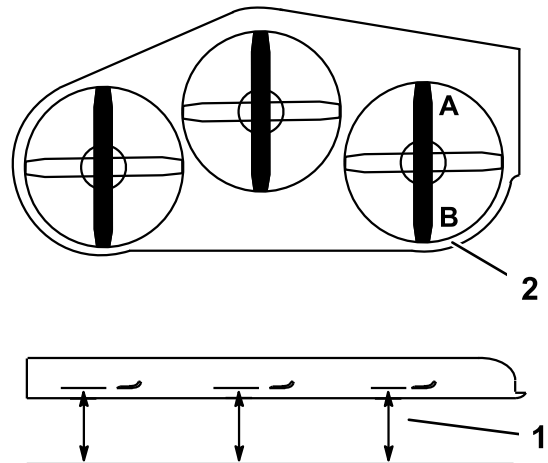

Figura 94
1. Coloque la cuchilla **derecha** en posición longitudinal (Figura 94).
2. Mida la cuchilla derecha en la posición **A** desde una superficie nivelada hasta el filo de corte del extremo de la cuchilla (Figura 94).
4. Mida la cuchilla derecha en la posición **B** desde una superficie nivelada hasta el filo de corte del extremo de la cuchilla (Figura 94).
6. La cuchilla del cortacésped debe estar entre 6 y 10 mm ($\frac{1}{4}$ " y $\frac{3}{8}$ " más baja en la posición que en la posición **B** (Figura 94). Si la distancia no es correcta, continúe con los pasos siguientes.